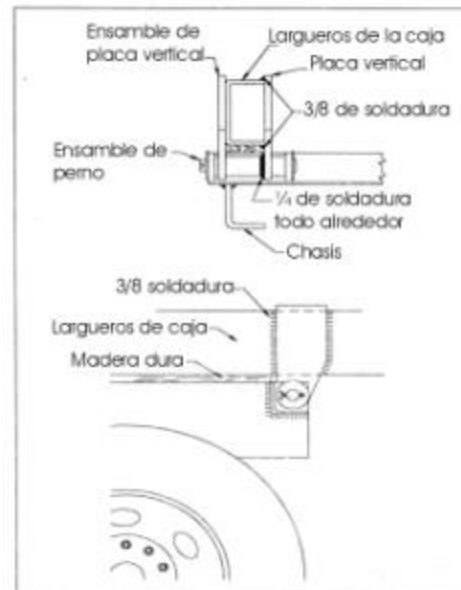

Figura 11: Ensamble de placa vertical
9. Baje la caja sobre el chasis posicionándola exactamente como será montada. Suelde el ensamble de la placa vertical de la bisagra a los largueros, con el perno insertado en el ensamble de la bisagra (vea la figura 11). Asegúrese de que los ensambles de placas verticales estén instalados correctamente como se muestra. Puede ser necesario instalar algunas rondanas como espaciadores entre los bujes de los pernos y las placas verticales para auxiliarse en el centrado de la caja y evitar que se desplace lateralmente.